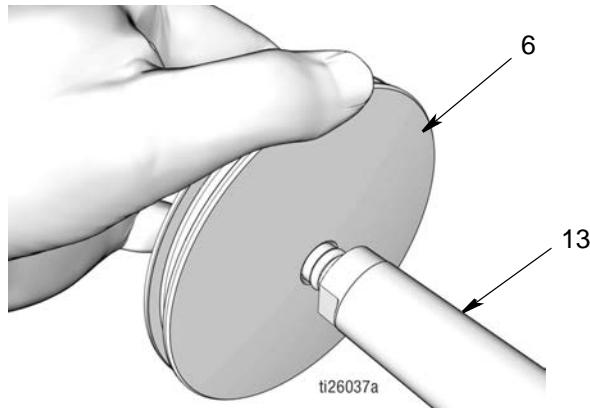

图 46
- 推活塞 (6) 在活塞杆 (13) 的端头上，直至其位于杆上 (图 46)。